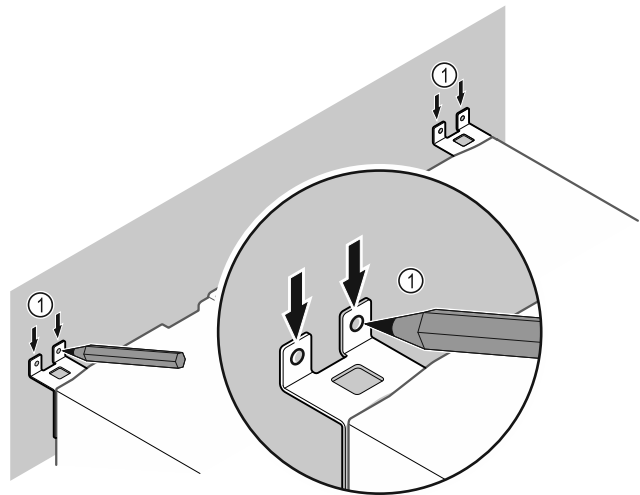

Fig. 53
- ▶ Сделайте метки на стене Fig. 53 (1).